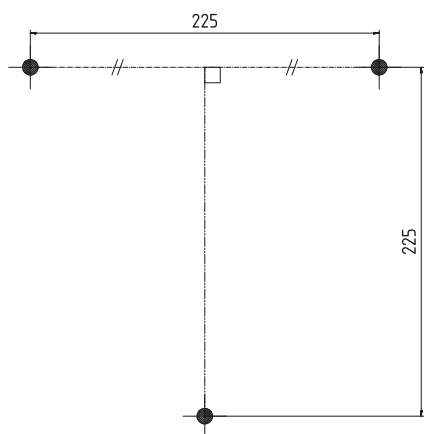

Fig. 12: Boorsjabloon voor wandmontage
1. Markeer de boorgaten op de wand (Fig. 12) en boor de gaten.